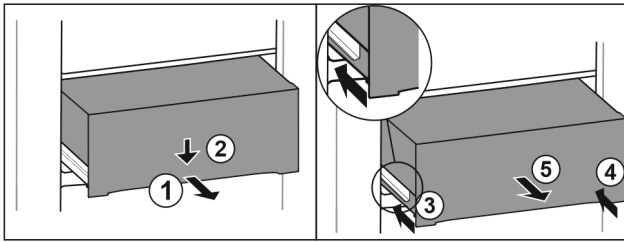

Fig. 173
- Schubfach halb herausziehen. Fig. 173 (1)
- Schubfach an der Vorderseite nach unten drücken. Fig. 173 (2)
- Linke Schiene etwa 2 cm einschieben. Fig. 173 (3)
- Rechte Schiene etwa 2 cm einschieben. Fig. 173 (4)
- Schubfach nach vorne entnehmen. Fig. 173 (5)